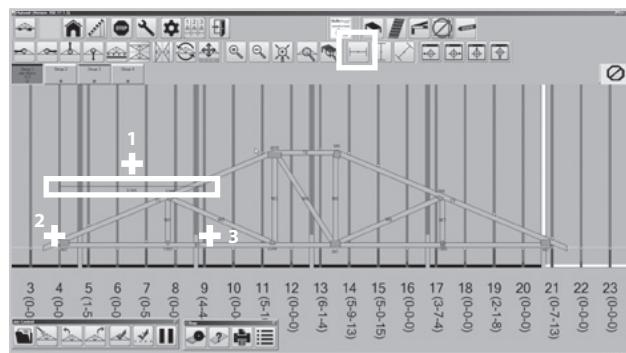

Figure 46
3.8.1. Horizontal dimension (Figure 46):